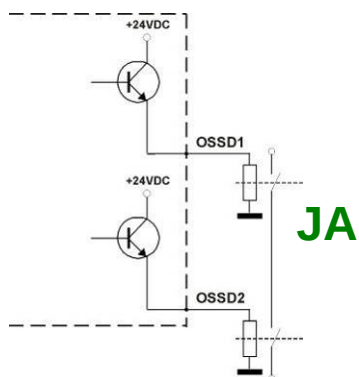

Abb. 21 – Korrekter Anschluss der Belastungen
- Die Sicherheitskontakte der OSSD1 und OSSD2 können nicht in Reihe oder parallel geschaltet werden, sondern müssen separat verwendet werden (Abb. 21).